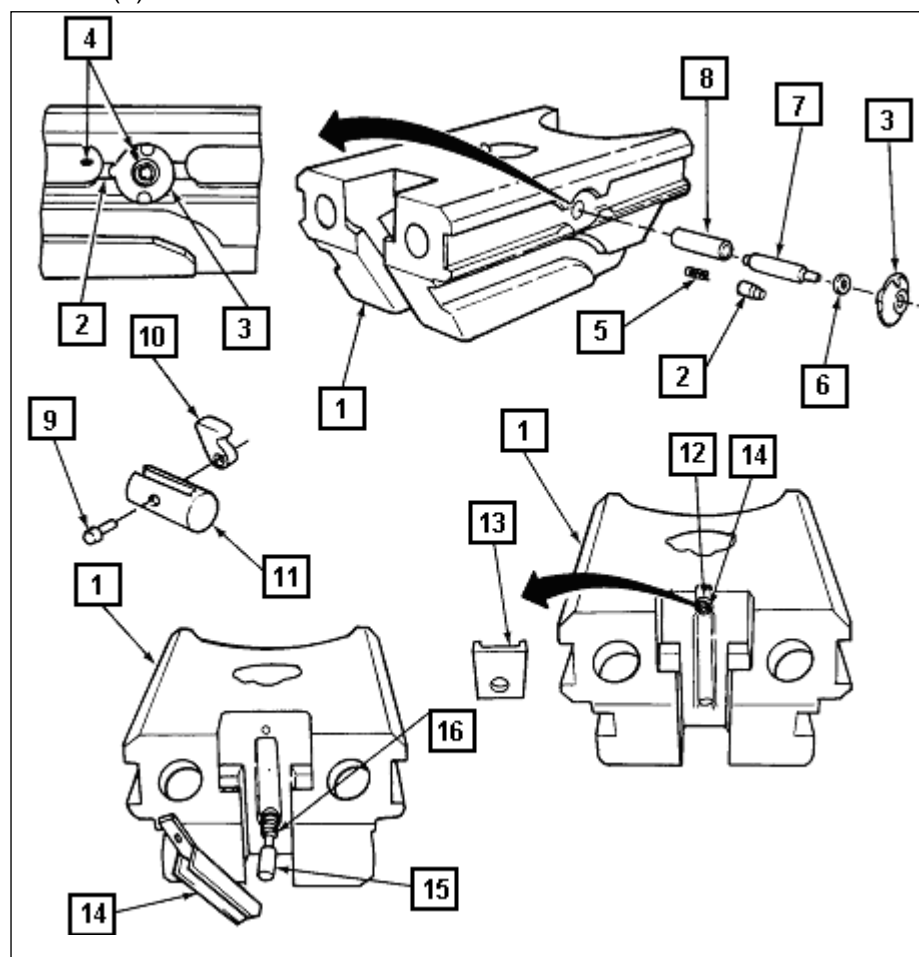

Fig 4-44. Desmontagem e montagem da cunha
a. Desmontagem (Fig 4-44)
(1) Retirar a cunha(1) da culatra.
(2) Pressionar a pino da placa do circuito de disparo(2) e girar a placa(3) no sentido anti-horário até que as setas(4) estejam alinhadas. Retirar a placa, o pino e a mola(5). Retirar a arruela plástica(6), o contato(7) e a luva(8).
(3) Retirar o eixo(9) e o retrator(10) do guia(11). Este conjunto foi retirado durante a remoção da cunha.
(4) Retirar o parafuso com duas arruelas(12) e presilha(13) do dispositivo de segurança(14) da cunha.
(5) Retirar o dispositivo(14), pino diretor(15) e mola(16).
b. Montagem (Fig 4-44)
(1) Limpar, inspecionar e lubrificar todas as peças, antes da montagem. Não lubrificar o contactor, contatos elétricos ou isoladores.
(2) Montar a mola, pino diretor e o dispositivo de segurança. Prender o dispositivo com parafuso, duas arruelas e presilha.
(3) Posicionar o retrator no guia e fixar com o eixo(9).
(4) Colocar a luva do contato(8), o contato(7) e a arruela plástica(6). Colocar a mola e o pino.
(5) Posicionar a placa de contato(3) na cunha. Pressionar e girar a placa no sentido horário ate que o pino(2) encaixe no entalhe da placa.
(6) Colocar a cunha na culatra.